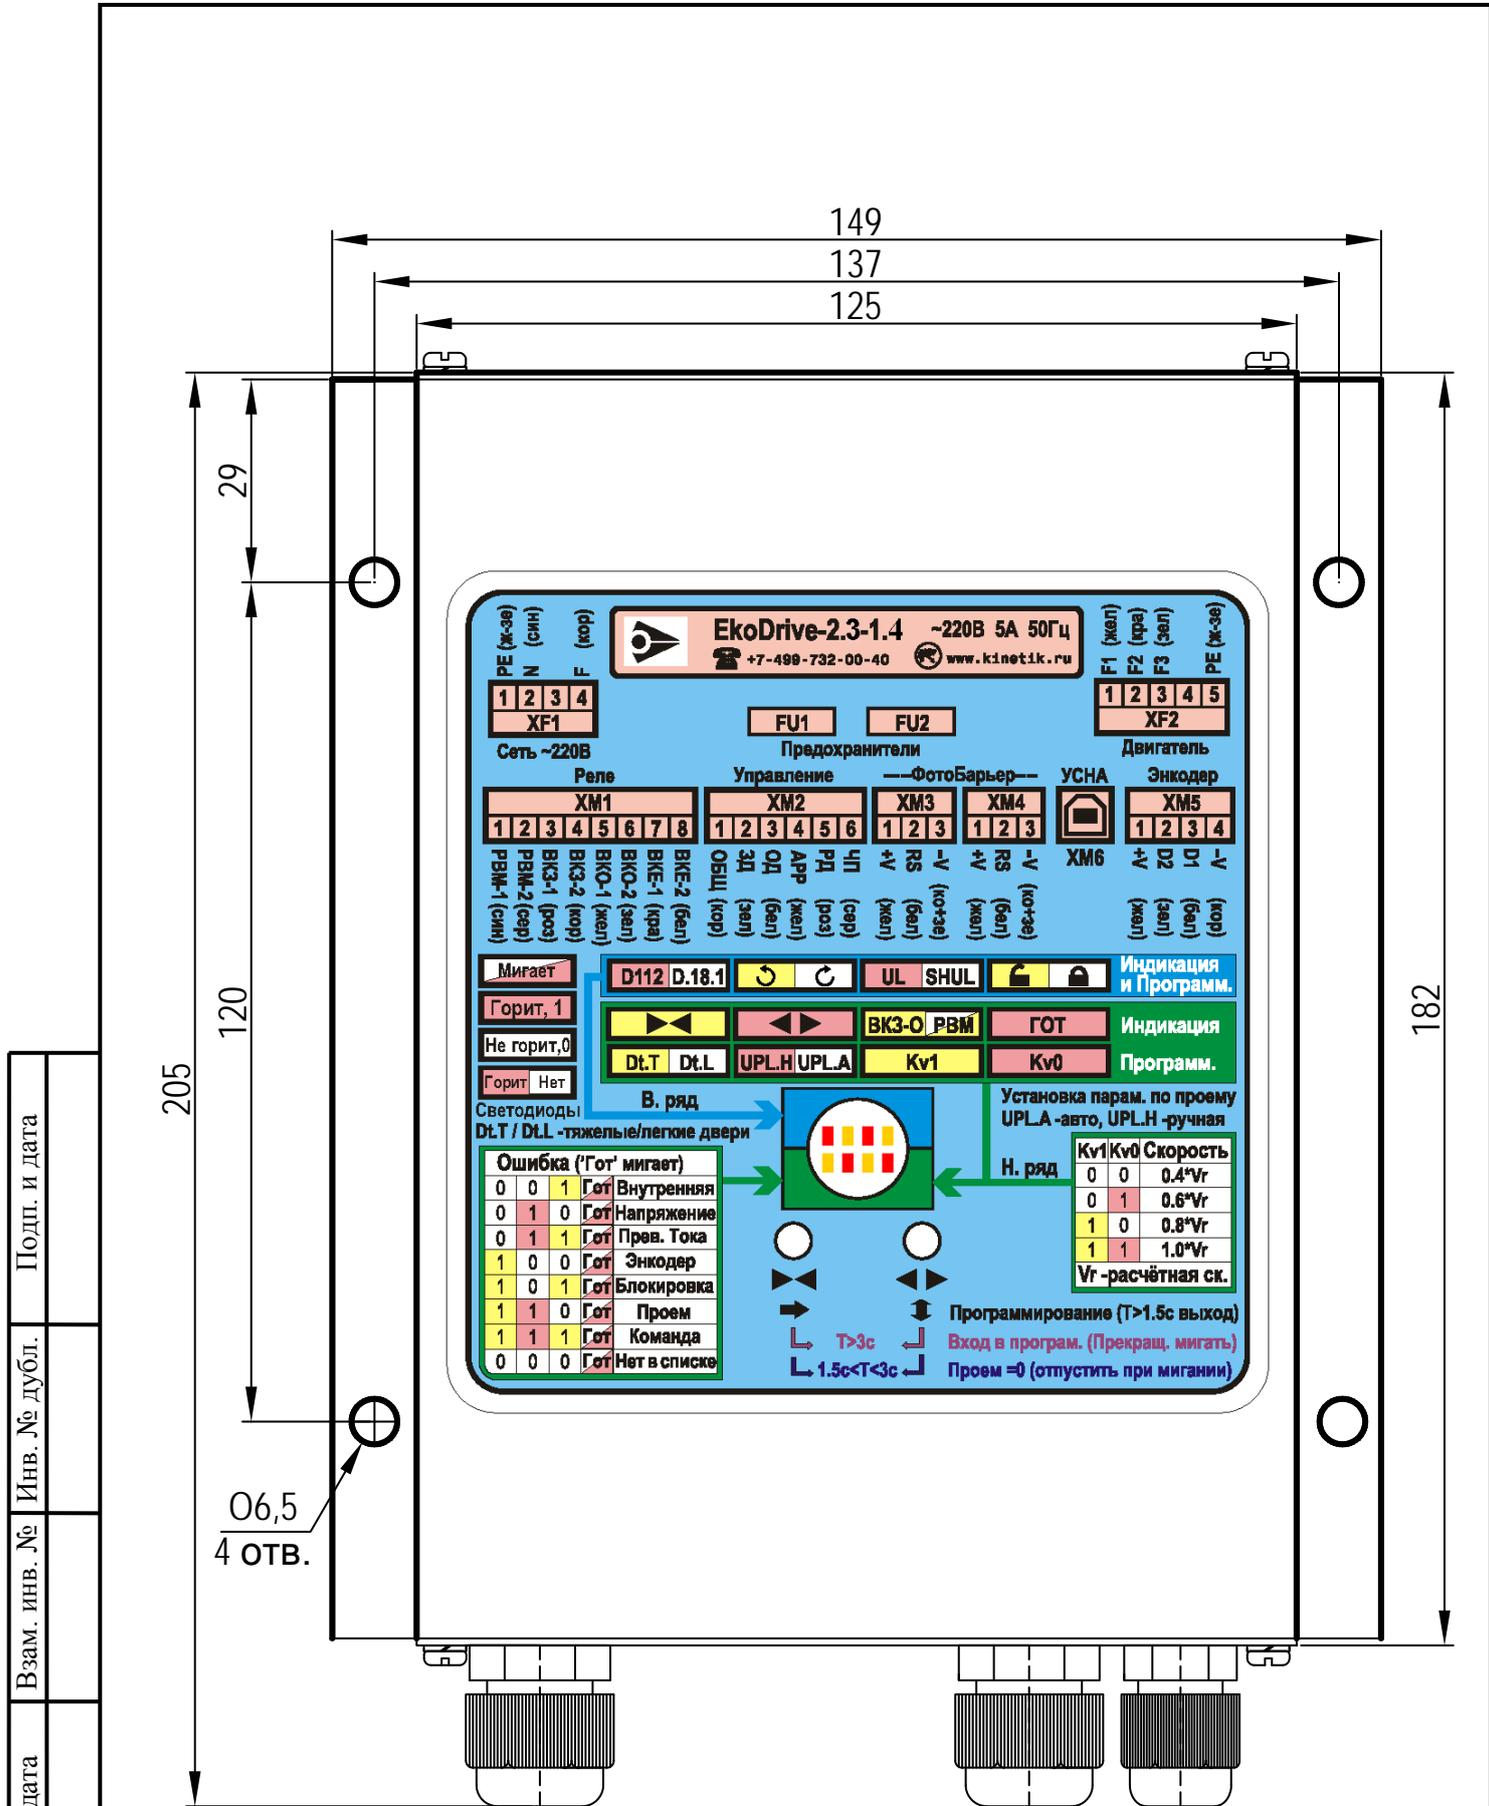

Рис.1. Габаритно-присоединительные размеры Устройства.
Узел подключения внешних коммуникаций состоит из набора кабельных выводов (**рис.1**), разъемов для подсоединения шин сетевого питания, цепей выходных напряжений для электродвигателя, цепей управления работой устройства, цепей подключения таходатчика (**рис.2, 3**), заглушки для разъема подключения устройства настройки УСНА, а также крышки, закрывающей разъемы *Устройства*.
3.5.2. Панель управления расположена на лицевой грани *Устройства* – там же, где наклейка с описанием органов и разъемов управления (рис.1, 3). Наклейка охватывает окно с 8 светодиодами под ним и 2 кнопки для управления.